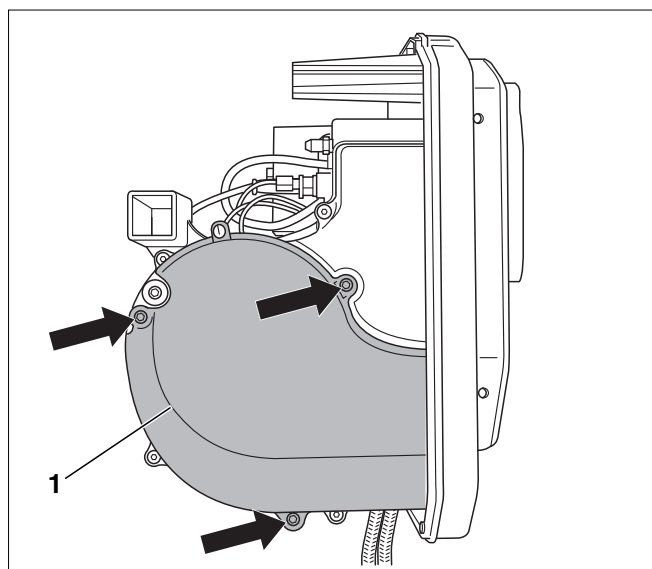
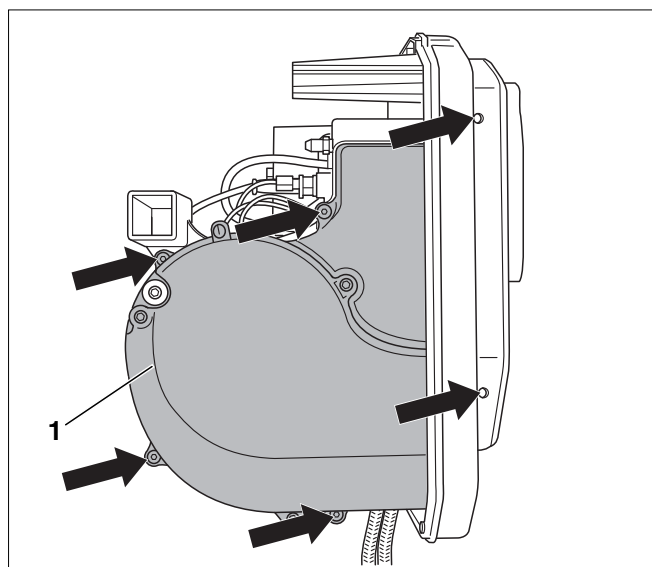

Fig. 41 Desmontar el silenciador de aspiración en los modelos de quemador 34 hasta 68
Fig. 42 Desmontaje de la cubierta de la turbina del ventilador
Desmontar el silenciador (fig. 41, **pos. 1**) antes de soltar la cubierta de la turbina del ventilador.
- Suelte los tornillos de sujeción (Fig. 41, flecha) y retire el silenciador de aspiración (fig. 41, **pos. 1**).
Las posiciones de los seis tornillos de sujeción de la cubierta de la turbina del ventilador están indicadas mediante una flecha gris en la fig. 42.
- Fije nuevamente la cubierta de la turbina del ventilador (fig. 42, **pos. 1**) y el silenciador de aspiración (fig. 41, **pos. 1**).